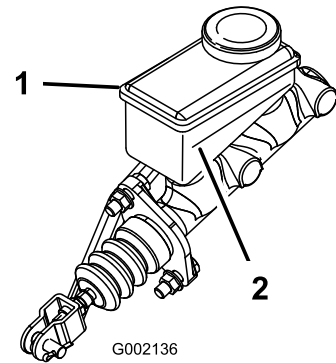

Figure 54
3. Observez le repère de niveau sur le côté du réservoir (Figure 54).
- B. Versez du liquide de frein DOT 3 dans le réservoir jusqu'à ce que le niveau dépasse le repère minimum (Figure 54).